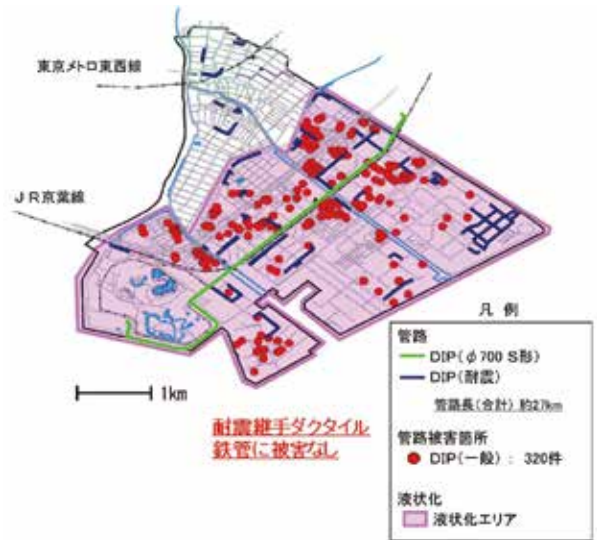

図2 液状化による管路被害集中箇所でも被害がなかった耐震継手ダクタイトイル鉄管
②東日本大震災で液状化が広範囲に発生した浦安市での管路被害と耐震継手ダクタイトイル鉄管の埋設状況を図2に示す。一般継手ダクタイトイル鉄管に320件の被害が発生したが、同地域に埋設された27kmの耐震継手ダクタイトイル鉄管の被害は報告されていない。